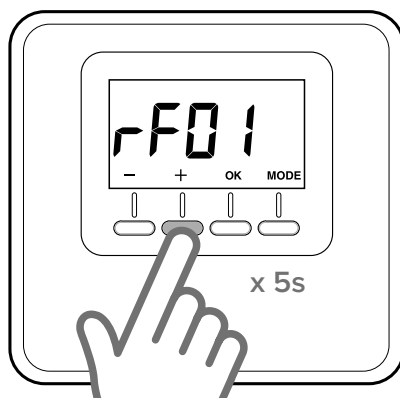

Fig. 18
- Apăsăți din nou tasta “+” pentru 5 secunde pentru a accesa parametri tehnici, ecranul afișează parametrul “rFO1” (Fig. 18)